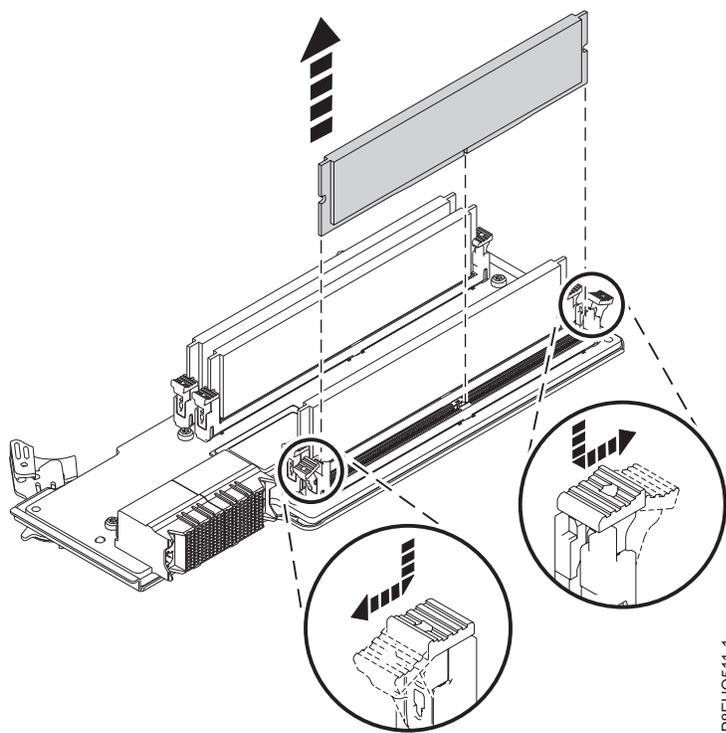

Figura 34. Extracción del DIMM de memoria de una ranura en la tarjeta de expansión
- a. Desbloquee el DIMM empujando las pestañas de bloqueo hacia fuera del DIMM, en la dirección que se muestra en la Figura 34 en la página 35. La acción de palanca de apertura de las pestañas empuja el DIMM de memoria sacándolo de la ranura.